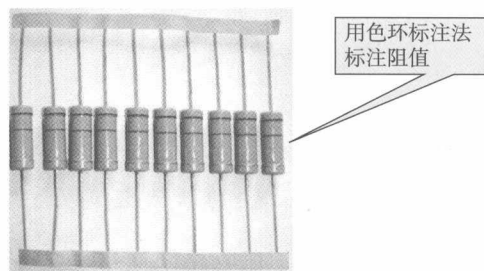

图 2-1-3 碳膜电阻器的实物图
1) 碳膜电阻器的图形符号为 \square ，在电路中通常标为 R 或 R_T ，一般是将结晶碳沉积在陶瓷棒骨架上制成。碳膜电阻器成本低、性能稳定、阻值范围宽、温度系数和电压系数低，是目前应用最广泛的电阻器。碳膜电阻器的实物图如图 2-1-3 所示。